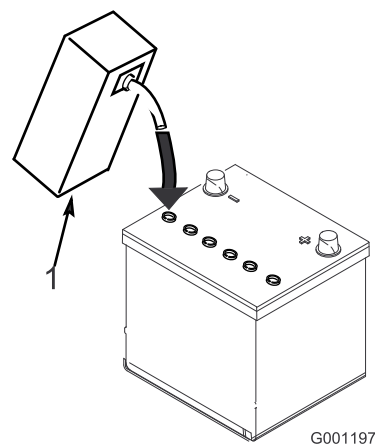

Figura 4
3. Encha cuidadosamente cada célula com electrólito até as placas estarem cobertas com cerca de 6 mm de fluido (Figura 4).
4. Aguarde aproximadamente 20 a 30 minutos para que as placas fiquem embebidas em electrólito. Se necessário, volte a colocar electrólito até ficar cerca de 6 mm acima do fundo do depósito de enchimento (Figura 4).